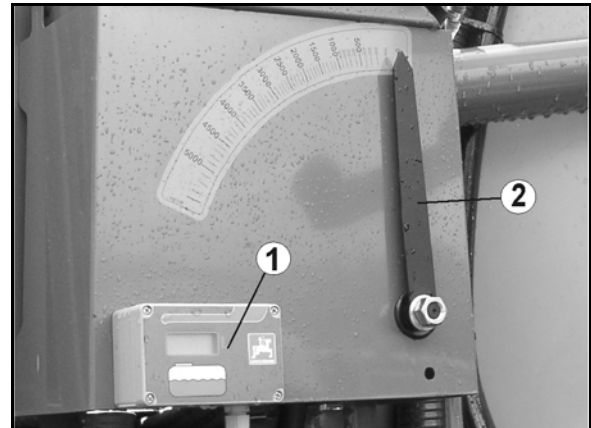

Fig. 52
- Støttefoten er løftet under bruk eller transport (Fig. 52).
- Løsne splinten (Fig. 52/2).
- Trekk ut bolten (Fig. 52/3).
- Løfte/senke støttefoten ved hjelp av håndtaket (Fig. 52/4).
- Støttefoten løftes/senkes mer med håndsveiven (Fig. 52/5).